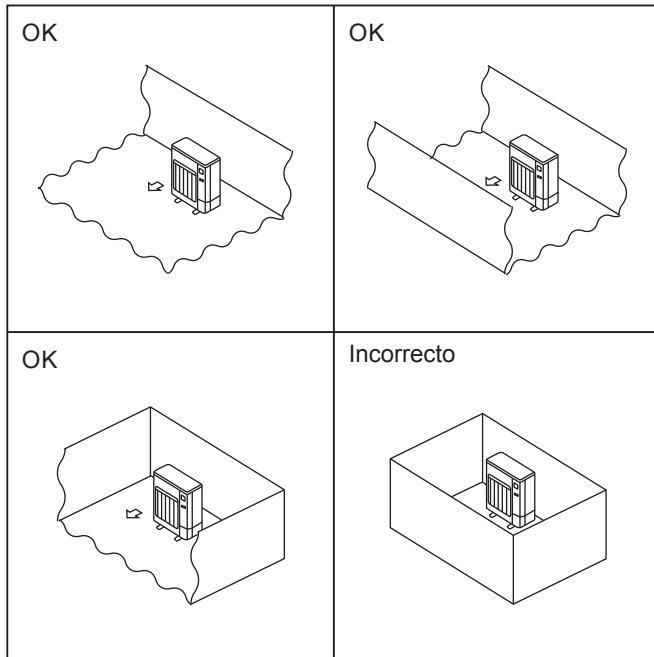

Fig. 2-1
- ⊙ Instale las unidades exteriores en un lugar donde al menos uno de los cuatro lados esté abierto, y en un espacio lo suficientemente grande y no elevado. (Fig. 2-1)